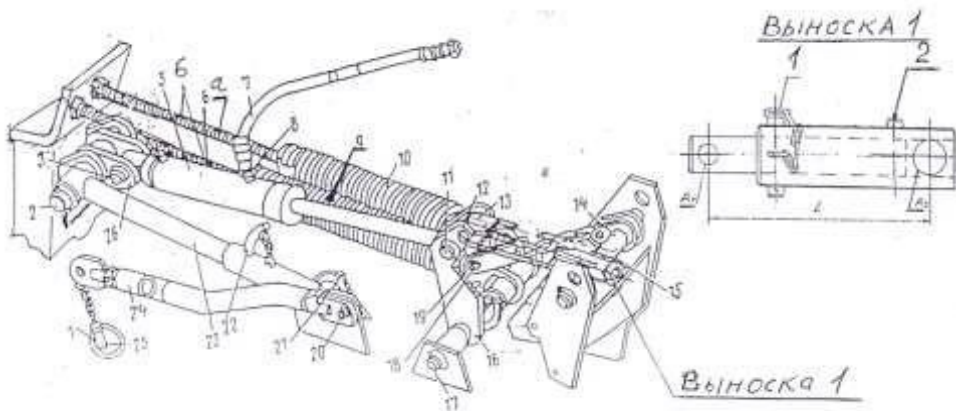

Рис. 10 Механизм уравновешивания и гидрооборудования
**5.3.4.**Регулирование механизма уравнивания режущего аппарата ( рис.10).
### 5.3.6. Регулирование транспортной тяги (рис.10).
- 6.5.** Штырь 22 (рис.10) телескопического стопорного устройства должен быть вынут из отверстия.
- 6.11.** Только для КРН-2.6 с защитным кожухом. При работе на участках с уклоном необходимо ослабить натяжение пружин 9 с помощью шпилекб (рис.10), вынуть штырь из отверстия 2 (положение для работы на ровных участках (рис.10 выноска 1)). После окончания работ зафиксировать штырь в отверстие 2 и подтянуть пружины 9